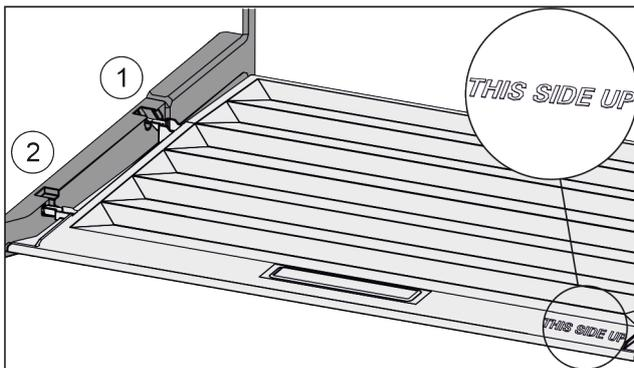

Fig. 75
- ▶ Вставити поперечні ребра через отвір заднього тримача Fig. 75 (1) і зафіксувати спереду у тримачі Fig. 75 (2).